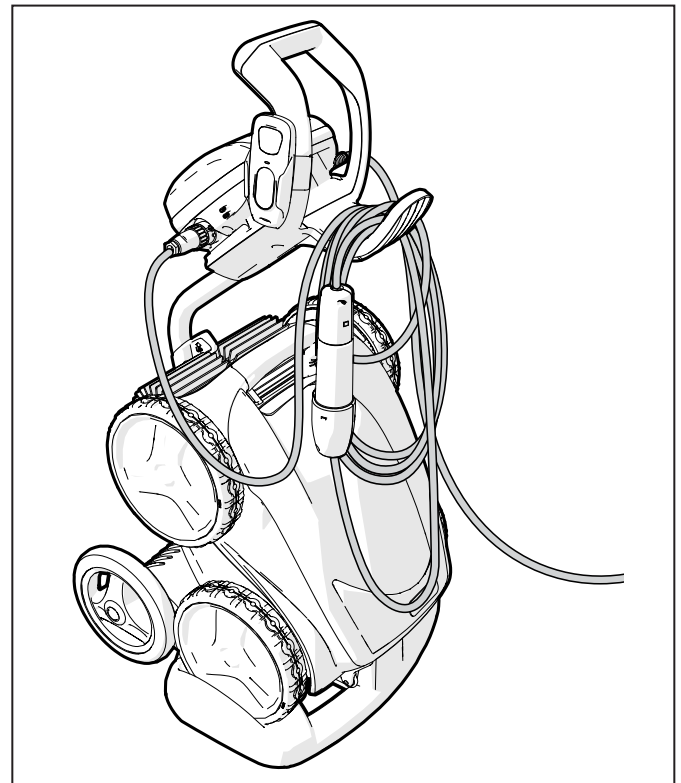

Figura 23. Limpiador guardado correctamente en el carrito
2. Coloque el limpiador en posición vertical en la base del carrito y fíjelo en el gancho (Figura 23).
5. Enrolle holgadamente el cable de alimentación en el limpiador y avance hacia el punto de conexión en la unidad de control. Guarde el cable, enrosándolo alrededor del gancho situado en la parte delantera del carrito (Figura 23).